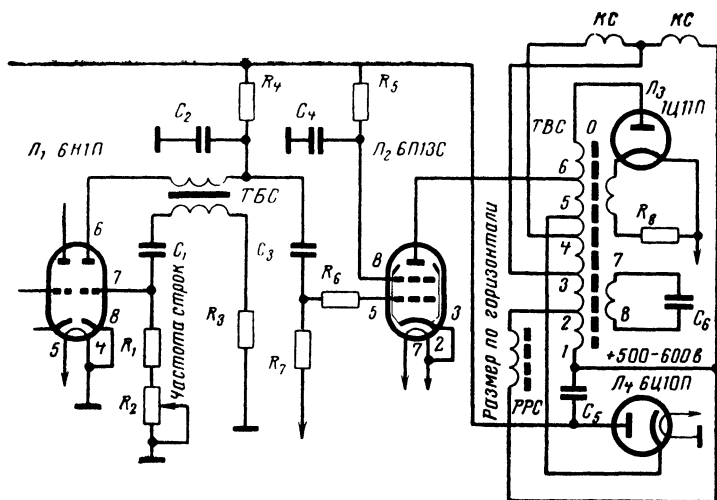

Рис. 20. Схема блока строчной развертки: РРС — регулятор размера строк, КС — строчные катушки
Для подавления паразитных колебаний пользуются тем, что они по частоте выше частоты развертки. В телевизорах с небольшим экраном применяют демпфирующую цепочку из последовательно соединенных резистора и конденсатора, подключенную параллельно с отклоняющими катушками. Чем выше частота, тем сопротивление конденсатора меньше и тем лучше цепочка подавляет паразитные колебания. Главным недостатком такой схемы является непроизводительный расход энергии на демпферном резисторе и соответственное уменьшение размаха отклоняющего тока. Это обусловило применение в большинстве телевизионных приемников схемы с демпфирующим диодом (например, типа 6Ц10П, 6Д20П и др.), включаемым в цепь обмотки выходного трансформатора ТВС (рис. 20).
**Высоковольтный выпрямитель (см. рис. 20).** В телевизионных приемниках высокое напряжение для питания кинескопа (обычно несколько киловольт) получают путем использования и преобразования импульсов высокого напряжения с выходного трансформатора ТВС. Для этих целей применяют специальные высоковольтные выпрямители на ламповых диодах-кенотронах (например, типа 1Ц11П; 1Ц21П и др.).